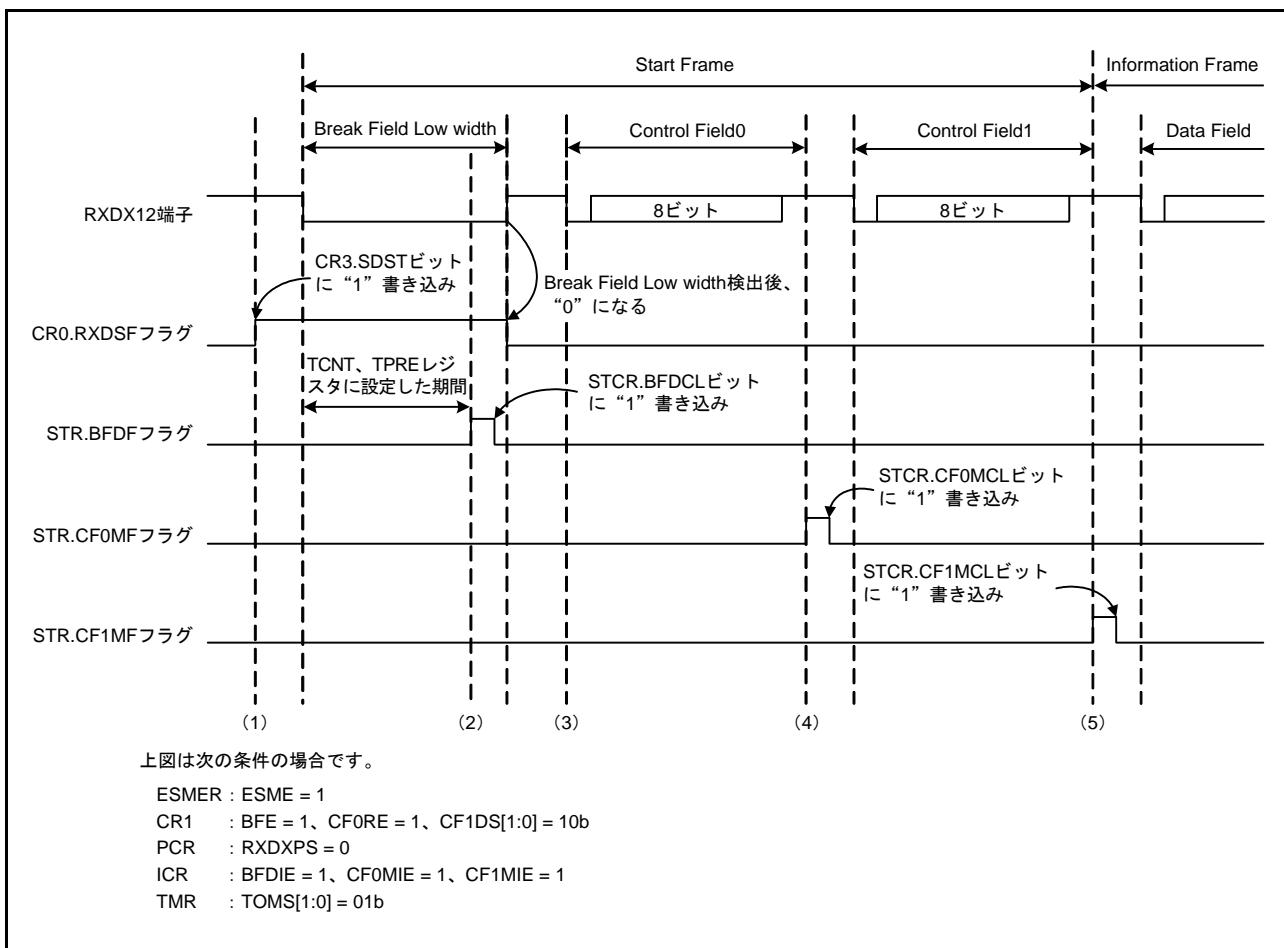
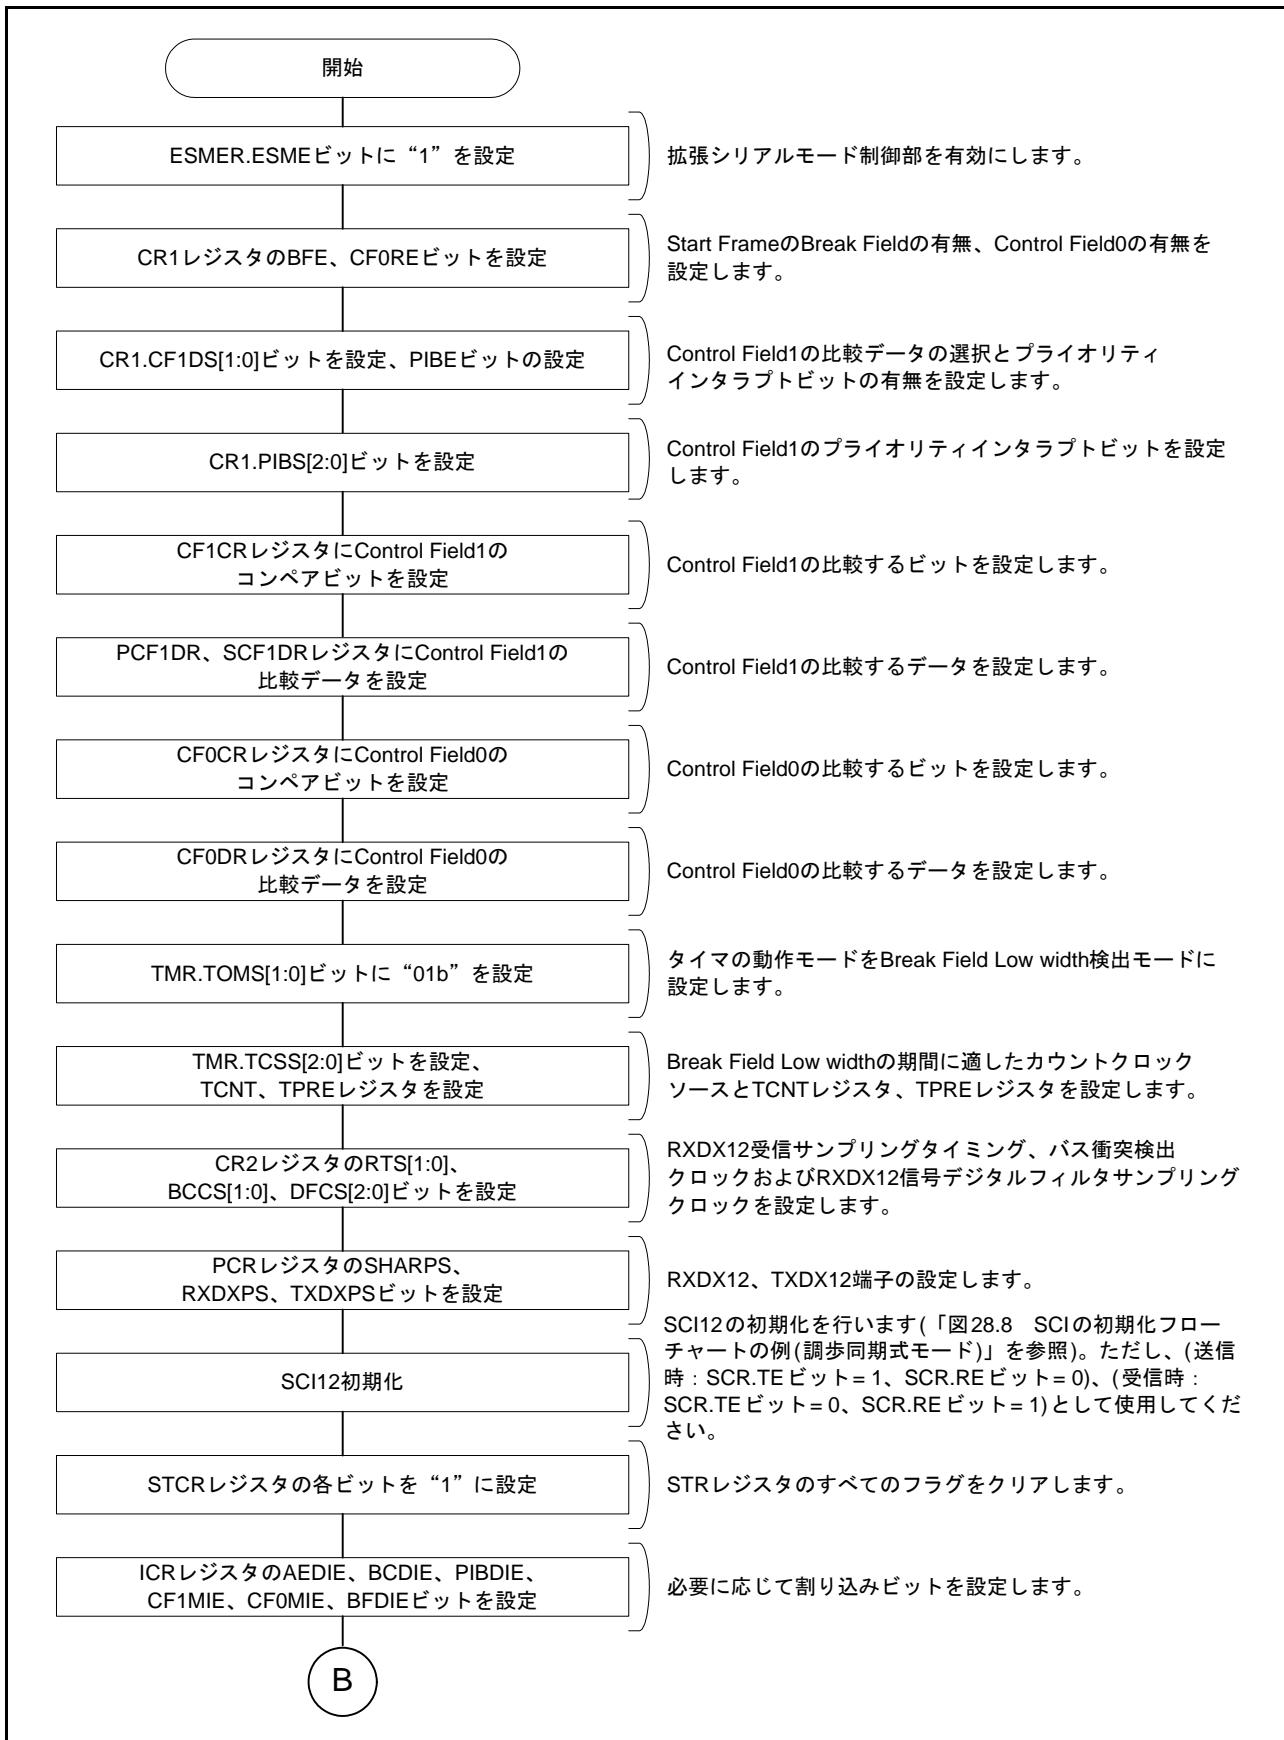
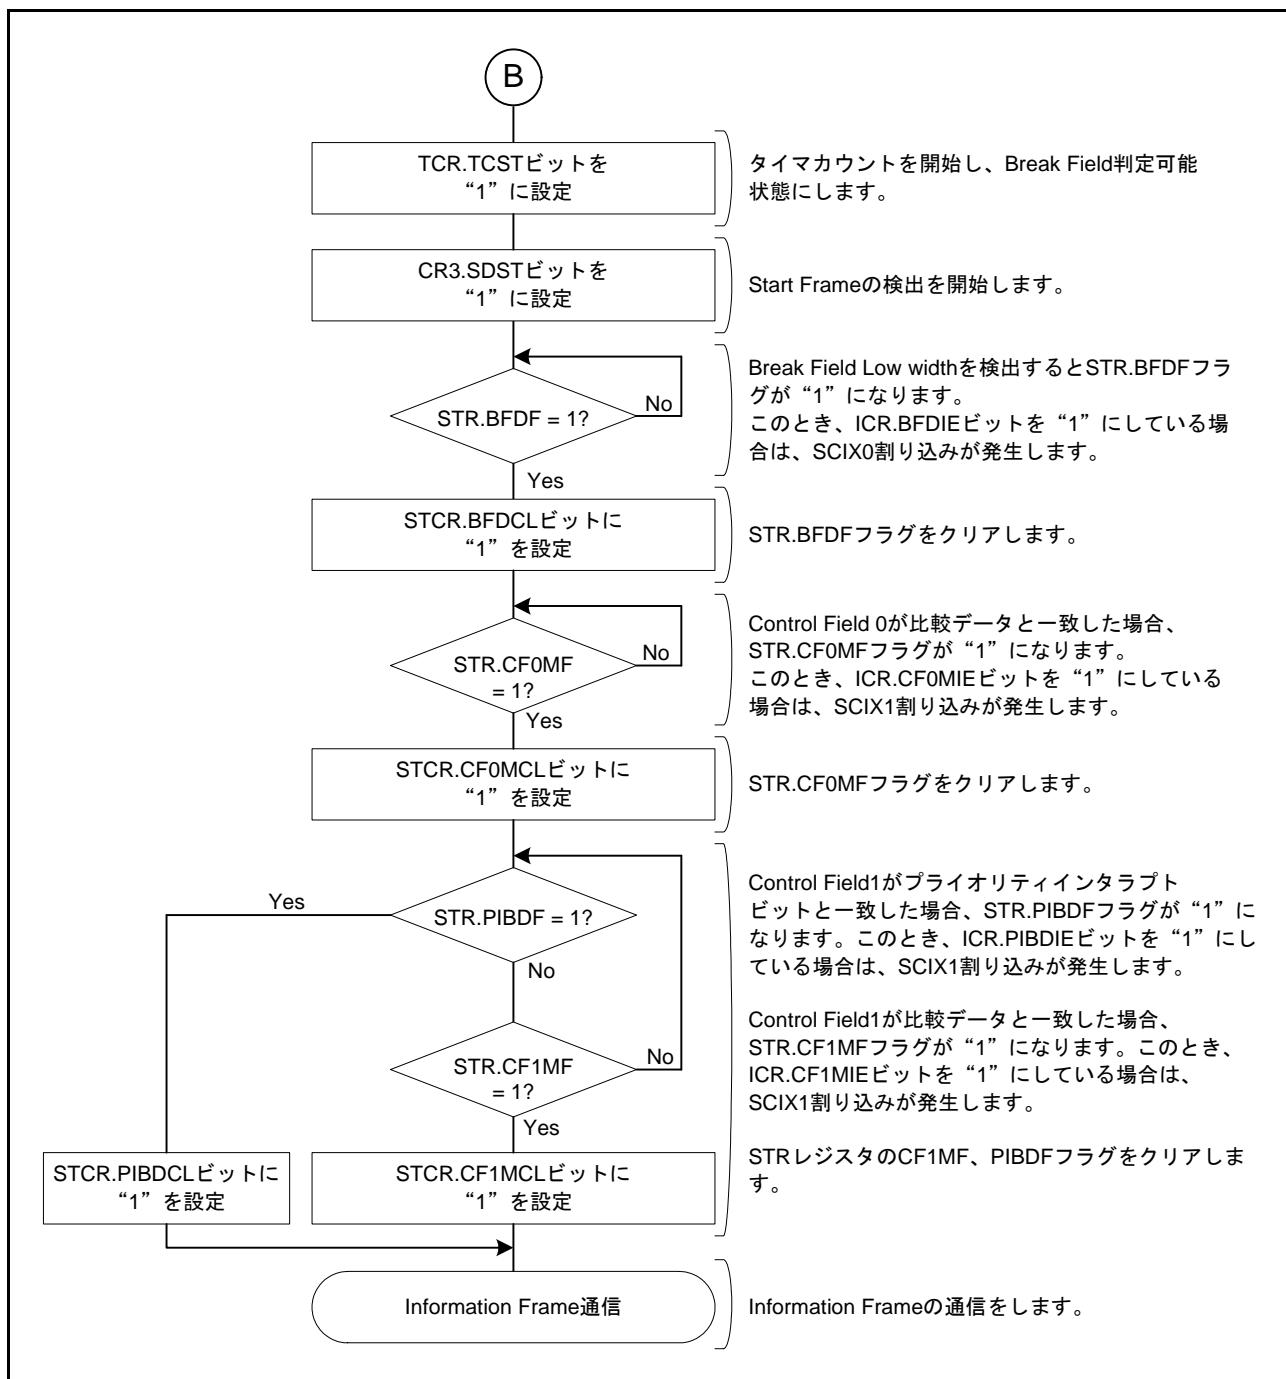
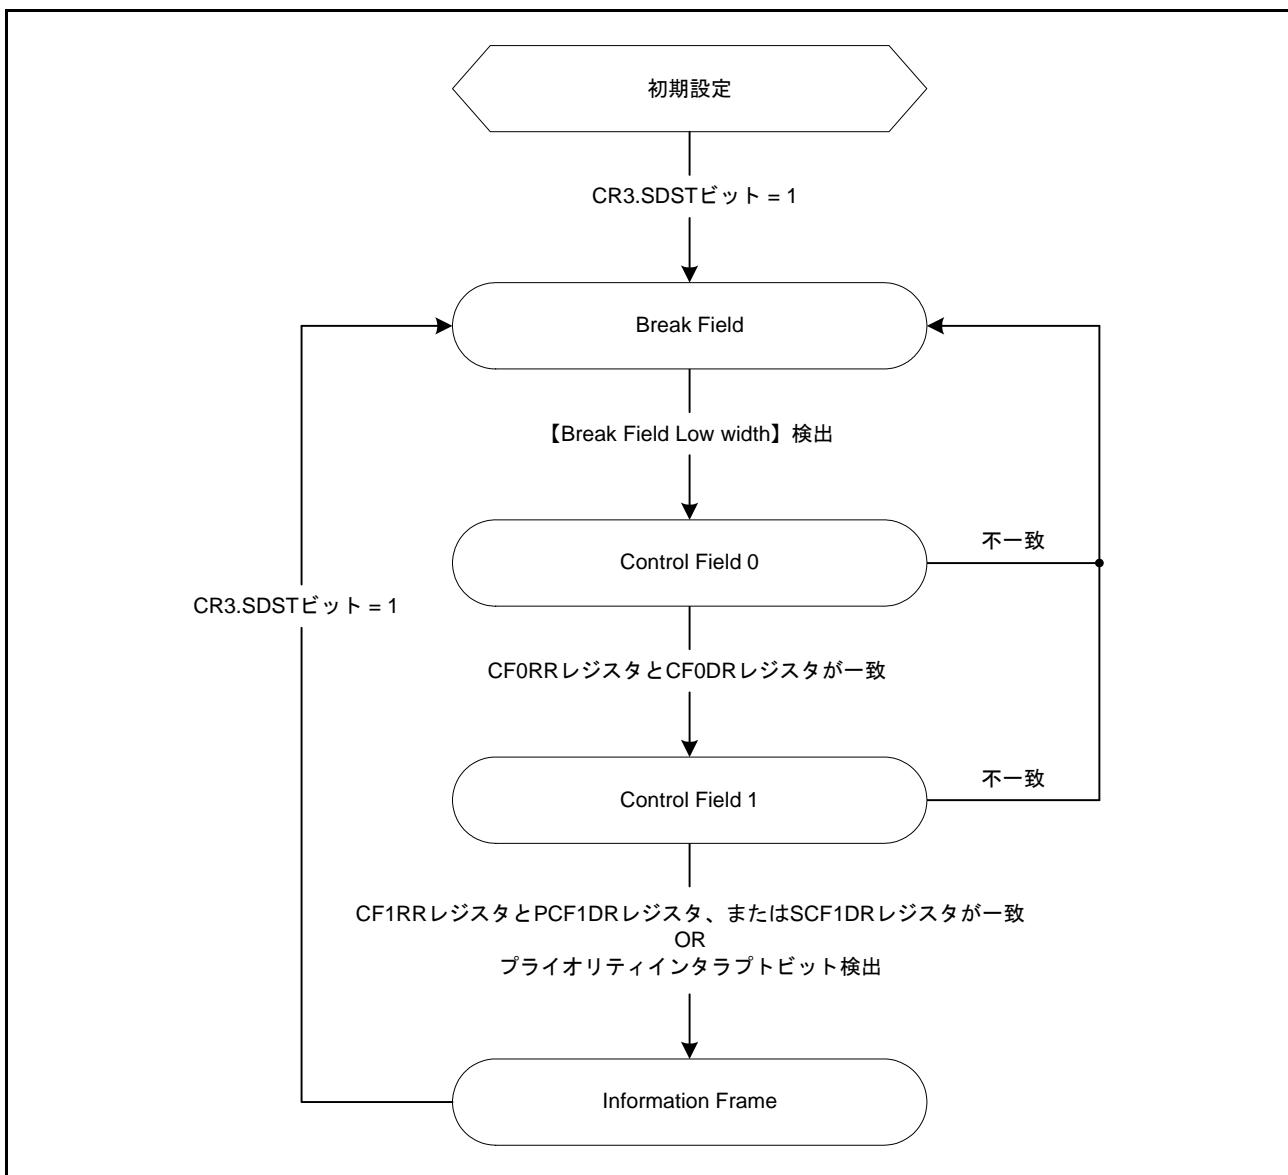

図 28.64 Start Frame 受信時の動作例
図 28.65 Start Frame 受信フローチャート例 (1)
図 28.66 Start Frame 受信フローチャート例 (2)
図 28.67 Start Frame 受信時の状態遷移図
図 28.64 に Break Field Low width、Control Field 0 および Control Field 1 で構成される Start Frame の受信時の動作例を示します。また、図 28.65、図 28.66 に Start Frame の受信を行うためのフローチャート、図 28.67 に Start Frame 受信時の状態遷移図を示します。
(1) ~ (4) は図 28.64 の Start Frame 受信時の動作例 (1) ~ (4) と同様になります。
(5) CR1.PIBS[2:0] ビットで指定したビットの値が PCF1DR レジスタに設定した値と一致した場合、STR.PIBDF フラグが “1” になります。また、ICR.PIBDIE ビットを “1” にしている場合は、SCIX1 割り込みが発生します。その後、Information Frame の通信を行います。Control Field 1 で受信したデータが PCF1DR レジスタまたは SCF1DR レジスタに設定したデータのどちらとも一致せず、プライオリティインタラプトビットも検出しない場合は、Break Field Low width 検出前の状態に遷移します。